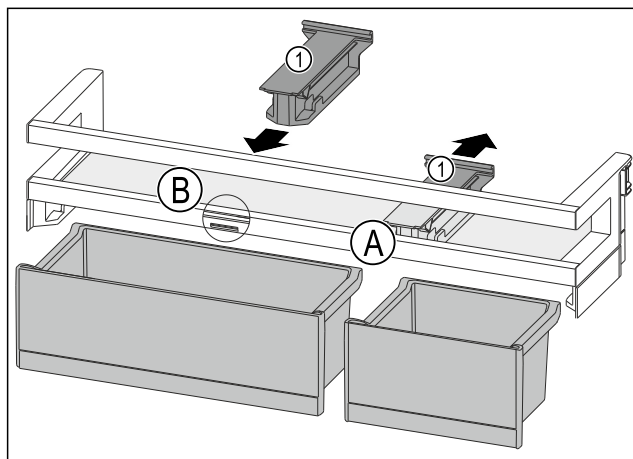

Fig. 87
- Pociągnąć element trzymający Fig. 87 (1) w pozycji Fig. 87 (A) do tyłu.
- Włożyć element trzymający Fig. 87 (1) w pozycji Fig. 87 (B).